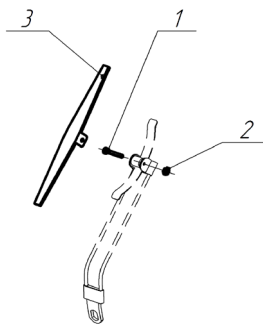

Рис. 8
4. Викрутіть гвинт (рисунок 8, поз. 1) з гайки (рисунок 8, поз. 2), що фіксує щітку (рисунок 8, поз. 3) та замініть її.